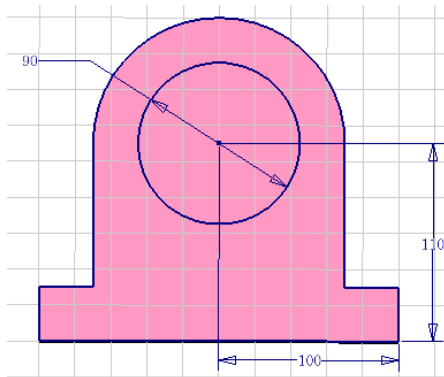

图 7-30 建立拉伸草图
①选择零件的一个侧面，单击右键，在打开菜单中选择【新建草图】选项，则在该面上新建草图，同时进入草图环境。单击【草图】标签栏【绘图】面板的【圆】工具按钮，绘制一个圆形，然后选择【尺寸】工具标注其直径和圆心位置，并修改其尺寸。最终草图图形如图 7-30 所示。